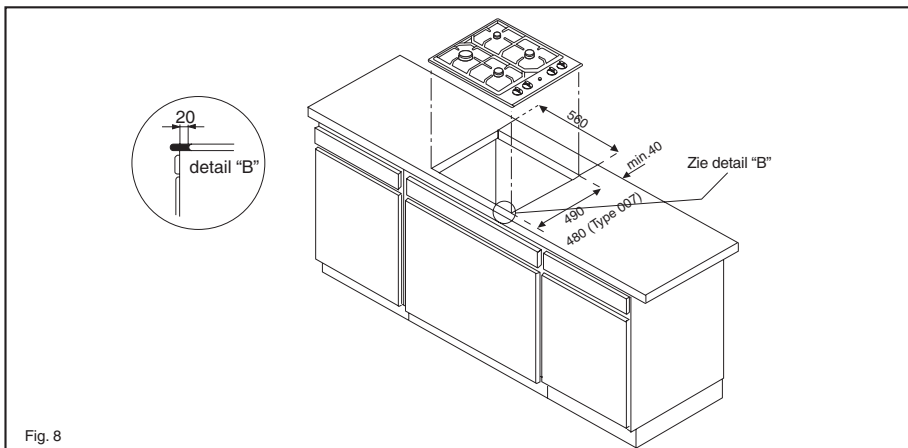

Fig. 8
1. Maak de uitsparing van de gaskookplaat in het werkblad overeenkomstig de maatschets van Fig.8. Gebruik de bijgeleverde aftekenmal (onderdeel van de verpakking).
2. Zorg dat de afstand tussen de voorzijde van de uitsparing en de voorzijde van het onderliggende keukenkastje (exclusief deur) 20 mm bedraagt (Fig. 8 detail B). Het werkblad mag een dikte hebben van 30-45 mm.
1. Pratiquez la découpe pour la table de cuisson dans le plan de travail conformément au plan de dimensions de la Fig.8. A cette fin, utilisez le patron de décalque situé sur le dessous de l'emballage.
2. Veillez à laisser une distance de 20mm entre le bord avant de la découpe et l'armoire de cuisine située en-dessous (porte non incluse) (Fig.8 détail B). L'épaisseur du plan de travail peut se situer entre 30 et 45 mm.